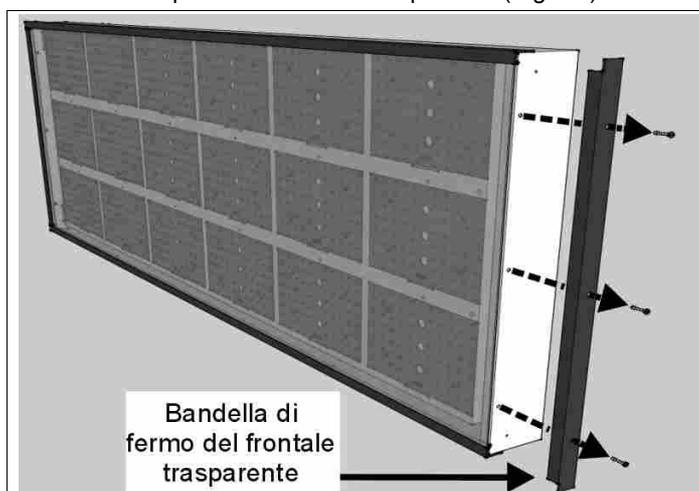

Fig. 10: Viti di fissaggio del pannello frontale
2. Con un cacciavite a croce, dal modulo dove è presente la scheda da sostituire, togliere una bandella laterale svitandone le viti di fissaggio (Fig. 10).